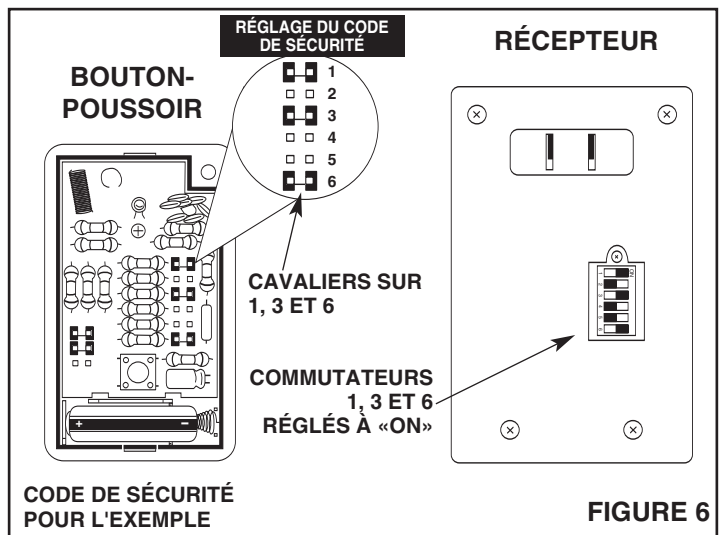

FIGURE 6
2. Refer to Figure 6. Set the switch in the Receiver to match the jumpers in the Pushbutton. The jumpers that are installed in the Pushbutton must correspond to the switches set to the ON position in the Receiver. For example, if jumper #1 is installed, Switch #1 is in the ON position.
2. Voir la Figure 6. Régler les commutateurs du récepteur de façon qu'ils correspondent aux cavaliers du bouton-poussoir. Chaque cavalier du bouton-poussoir doit correspondre à un commutateur réglé à ON du récepteur. Par exemple, si le cavalier n° 1 est en place, le commutateur n° 1 doit être à ON.